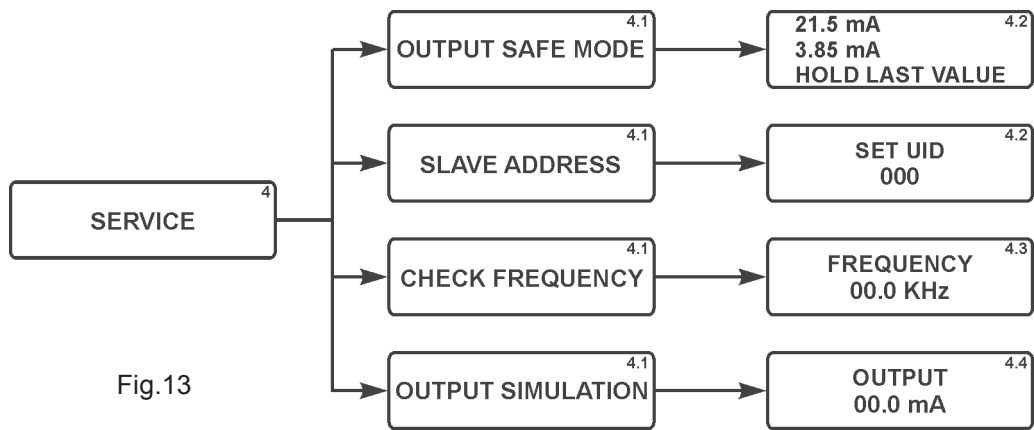

Fig.13
4. **SERVICE** - In questo menu è possibile impostare la modalità com, modalità di uscita, la lingua, la password d'ingresso che consente l'accesso ai parametri (fig. 13).